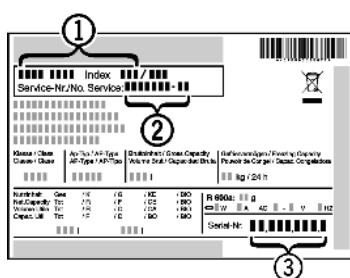

Fig. 13
- Обратитесь в сервисную службу и сообщите вид неисправности, наименование устройства Fig. 13 (1), сервисный № Fig. 13 (2) и серийный № Fig. 13 (3).